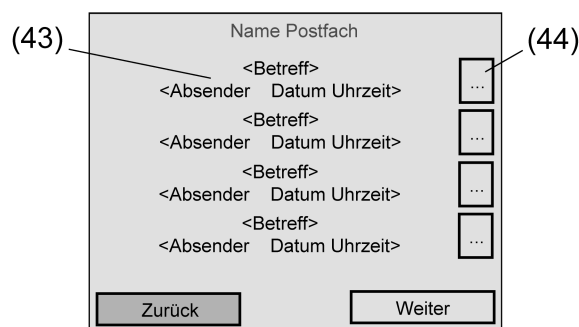

Bild 41: Posteingangs-Anzeigeseite eines Postfaches
Sobald der Bediener eine Postfach-Schaltfläche antippt, verzweigt das Tableau auf die Posteingangs-Anzeigeseite des entsprechenden Postfaches (siehe Bild 41).
- i Optional kann jedes Postfach und auch die E-Mail Hauptseite "Postfächer" durch Passwörter geschützt werden. Sollte ein Passwortschutz erforderlich sein, müssen im ETS PlugIn im Parameterknoten "E-Mail" die Passwordebene des Tableaus zugewiesen werden. Wenn ein Postfach durch ein Passwort geschützt ist, wird die Anzeigeseite des Posteingangs (siehe Bild 41) nur dann angezeigt, wenn das Passwort korrekt eingegeben wurde.